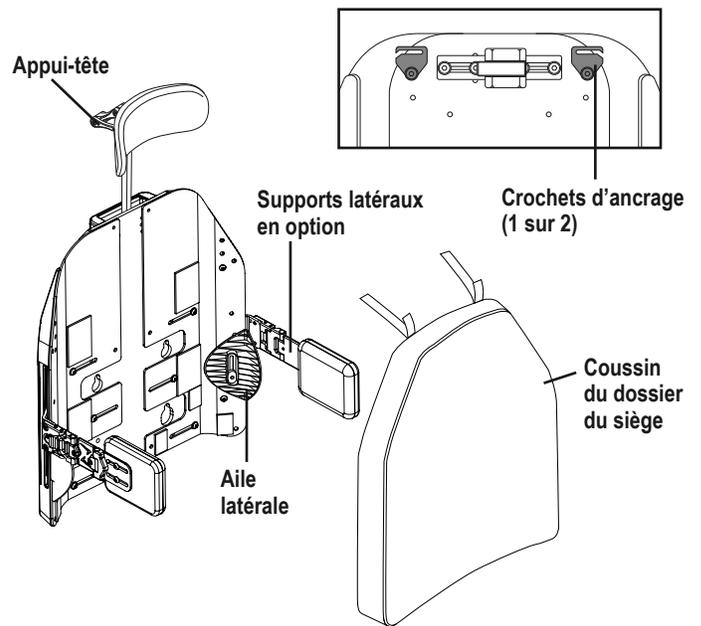

Figure 22. Composants du TRU-Comfort 4
Le TRU-Comfort est un dossier unique qui est disponible pour le confort et les besoins de positionnement de l'utilisateur. Le **figure 22** fournit des informations sur les composants amovibles et réglables du TRU-Comfort. Utiliser ces diagrammes pour vous familiariser avec le fonctionnement et l'emplacement de chaque composant avant d'utiliser le TRU-Comfort. **Voir les figures 22 et 23** pour identifier le dossier de votre fauteuil motorisé.
1. Positionner le(s) support(s) lombaire et thoracique selon les besoins de l'utilisateur et les positionner côté plat vers le bas et appuyez sur le dossier du siège. Positionner les supports latéraux et les ailes latérales selon les besoins et fixer avec la quincaillerie. **Voir la figure 22.**
2. Positionnez le coussin du dossier de manière à ce que les sangles autoagrippantes réutilisables fassent face au dossier. Placez le coussin sur tout support lombaire, latéral et thoracique. Fixez le coussin au dossier en faisant glisser les deux (2) sangles d'attache à longue boucle à travers les crochets d'ancrage et en appuyant les deux (2) sangles d'attache à crochets courts contre les sangles plus longues. **Voir la figure 22 ou 23.**
1. Retirez le coussin du dossier du siège en détachant les attaches réutilisables à fermeture Velcro ainsi que les attaches réutilisables qui fixent le coussin au dossier, puis en tirant le coussin vers vous. **Voir la figure 22 ou 23.**
6. Une fois que la housse est sèche, recouvrez le coussin du dossier, puis positionnez-le face aux fixations réutilisables du dossier. Fixez le coussin au dossier à l'aide des attaches réutilisables sur le dossier ainsi que des sangles auto-agrippantes réutilisables. **Voir la figure 22 ou 23.**